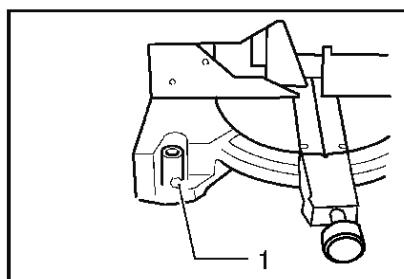

Рис. 3
- Необходимо зафиксировать торцовочную пилу, прикрепив ее к поверхности, тем самым вы исключите движения пилы во время работы (рисунок 3).
уменьшение частоты вращения инструмента, а также выход его из строя). Предельный износ угольных щеток – остаток менее 5мм (рисунок 3).